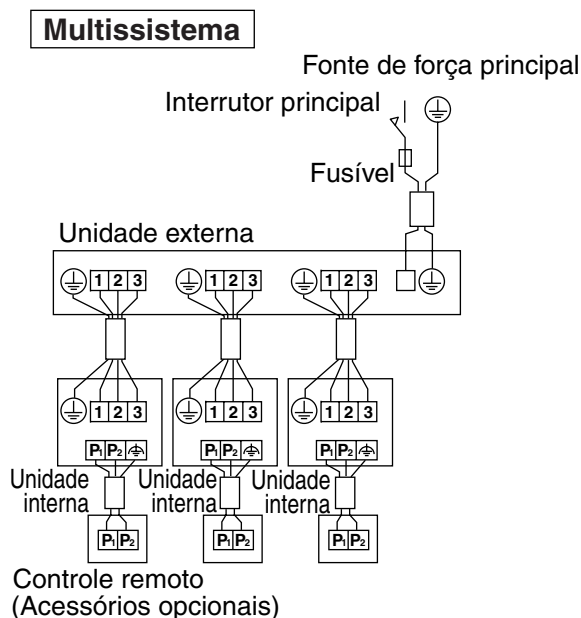

Fig. 26
- **Multissistema:** 1 a 4 unidades interiores liga-se a 1 unidade exterior. A unidade interior é controlada pelo controlador remoto ligado a cada unidade interior. (Consulte a Fig. 26)